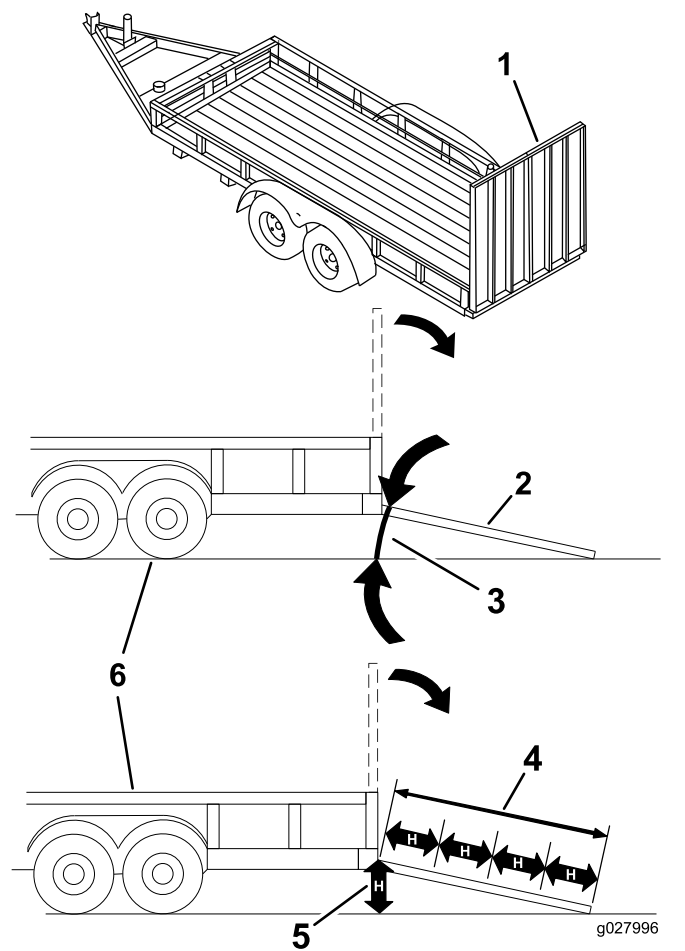

Figura 40
Colocar uma máquina num reboque ou caminhão aumenta a possibilidade de capotamento e pode provocar graves ferimentos ou morte (Figura 40).
3. Baixe a rampa, certificando-se de que o ângulo entre a rampa e o solo não é superior a 15 graus (Figura 40).
1. Baixe a rampa, certificando-se de que o ângulo entre a rampa e o solo não é superior a 15 graus (Figura 40).